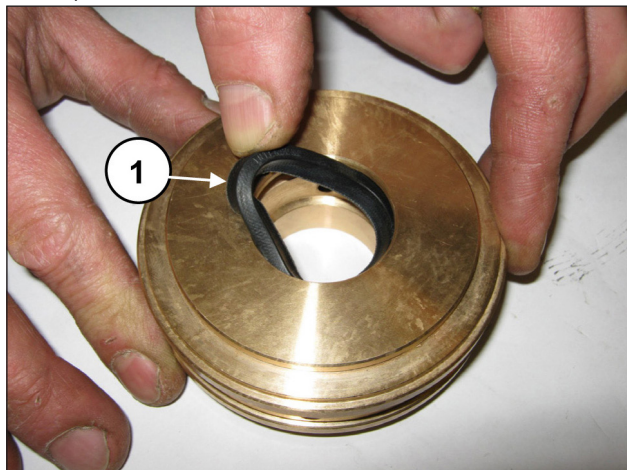

Fig. 181
Inserire la guarnizione di bassa pressione nel supporto guarnizione (pos. ①, Fig. 181) facendo attenzione al senso di montaggio che prevede il labbro di tenuta in avanti (verso la testata).